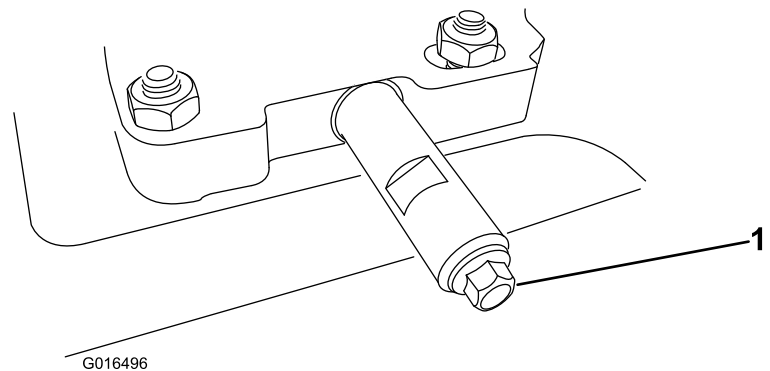

Figure 30
2. Nettoyez la surface autour de l'écrou de vidange d'huile (Figure 30).